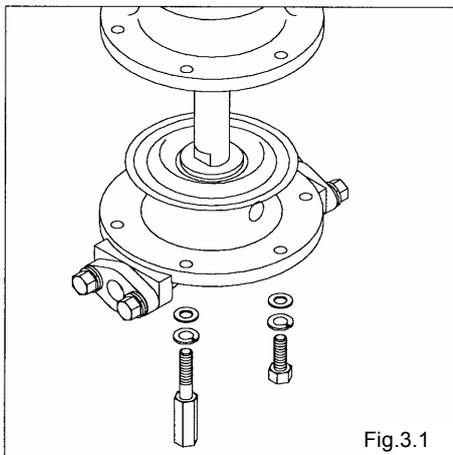

Fig.3.1
- Retire los 6 pernos de montaje de la cámara de salida y los espárragos respectivamente, y luego quite la cámara de salida. (AD-10, AD-25) [Fig. 3.1]
- Retire los 8 pernos de presión de la cámara de salida, y los espárragos y las tuercas respectivamente, y luego quite la cámara de salida. (AD-40, AD-50) [Fig. 3.1]